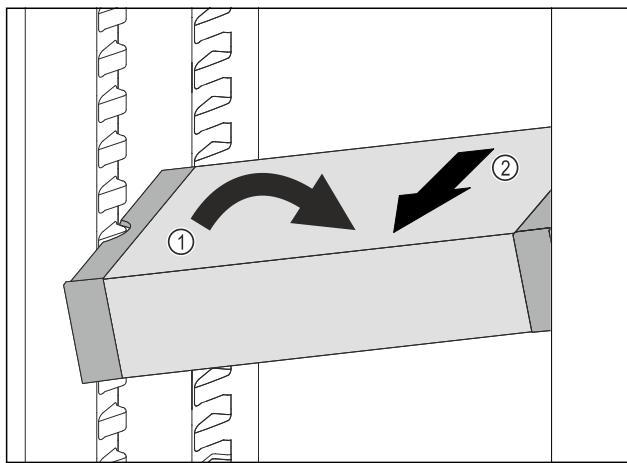

Fig. 116
- Fig. 116 (1)
- Predal VarioSafe izvlecite v smeri naprej. Fig. 116 (2)